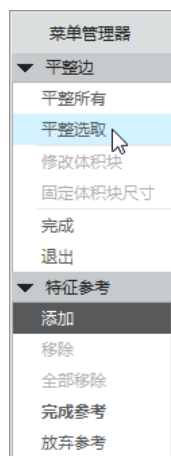

图 2-69 平整选取
(2) 要自动取消冲压所有特征，则在菜单管理器的“平整边”菜单中选择“平整所有”命令。要手动取消冲压选定的特征，则在“平整边”菜单中选择“平整选取”命令，出现“特征参考”菜单，如图 2-69 所示，接着在模型树或图形窗口中选择特征，然后在“特征参考”菜单中选择“完成参考”命令。